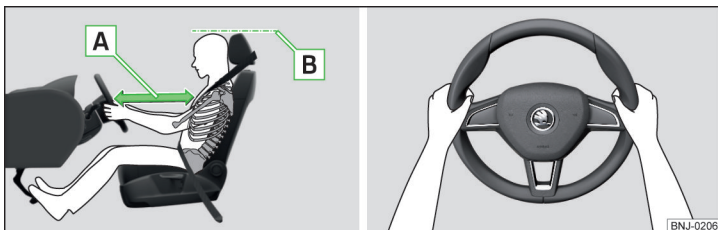

Fig. 15 Poziția corectă a șoferului/ poziția corectă de ținere a volanului
- ✓ Reglați volanul în așa fel, încât distanța dintre volan și torace să fie de cel puțin 25 cm » [fig. 15 - \[A\]](#).
- ✓ Reglați tetiera, astfel încât marginea superioară a tetierei să se afle, pe cât posibil, la aceeași înălțime cu partea superioară a capului dumneavoastră (nu este valabil pentru scaunele cu tetieră integrată) » [fig. 15 - \[B\]](#).
- În timpul mersului volanul trebuie ținut cu ambele mâini, de partea exterioră laterală, în poziția „orei 9” și „orei 3” » fig. 15. Nu țineți niciodată volanul în poziția „orei 12” sau în altă poziție (de exemplu de centrul volanului, de marginea interioară etc.). În caz contrar, în cazul declanșării airbagurilor, se poate provoca accidentarea gravă a mâinilor, brațelor și a capului.
- ✓ Reglați tetiera, astfel încât marginea superioară a tetierei să se afle, pe cât posibil, la aceeași înălțime cu partea superioară a capului dumneavoastră » fig. 15 la pagina 19 - **B** (nu este valabil pentru scaunele cu tetieră integrată).
- ✓ Reglați tetierele, astfel încât marginea superioară a tetierelor să se afle, pe cât posibil, la aceeași înălțime cu partea superioară a capului dumneavoastră » fig. 15 la pagina 19 - **B**.